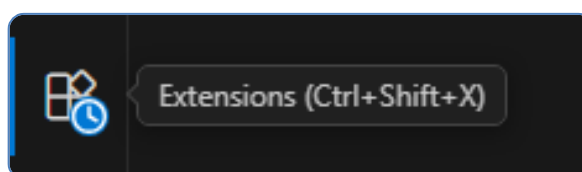

Рис. 1.8. Менеджер розширень
- b. Відкрийте VS Code. Натисніть на іконку Extensions (квадратики) на лівій бічній панелі (рис. 1.8) або Ctrl+Shift+X.